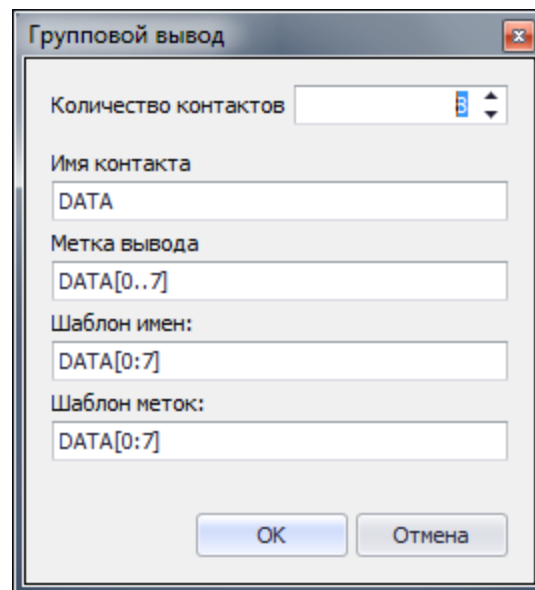

Рис. 275 Окно «Добавить групповой контакт»
- Введите необходимые данные в окно «Добавить групповой контакт», см. Рис. 275.